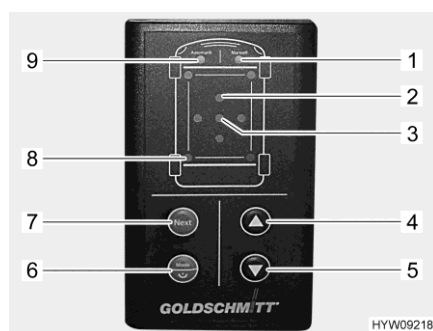

Fig. 41 Unité de commande (vérins stabilisateurs hydrauliques)
Si l'inclinaison du véhicule est trop importante, la DEL "Inclinaison" (Fig. 41,2) rouge correspondante clignote. Choisir un emplacement mieux adapté, ou bien manipuler manuellement les vérins stabilisateurs à vos propres risques.
Si, en présence d'un trou dans le sol, un vérin stabilisateur est sorti à sa longueur maximale, les DEL "Mode manuel" (Fig. 41,1) et "Mode automatique" (Fig. 41,9) clignotent trois fois. Dans ce cas, rentrez les vérins stabilisateurs, placez un sabot sous le vérin stabilisateur concerné et recommencez la procédure.
- Appuyez pendant au moins 1 seconde sur la touche "Marche/Arrêt/Mode de fonctionnement" (Fig. 41,6). Après l'allumage, un signal acoustique se déclenche et la DEL "Mode automatique" (Fig. 41,9) s'allume.
- Appuyer brièvement sur la touche "Marche/Arrêt/Mode de fonctionnement" (Fig. 41,6). Le mode de fonctionnement bascule entre mode manuel et mode automatique. La DEL correspondante (Fig. 41,1 ou Fig. 41,9) s'allume.
- Appuyer sur la touche "Sortir" (Fig. 41,5). Le procédé d'alignement se déroule automatiquement. Les DEL "Vérins stabilisateurs" (Fig. 41,8) clignotent tant que les vérins stabilisateurs sont en mouvement. Si le véhicule est équipé de vérins repliables : Le mouvement des vérins stabilisateurs s'arrête une fois qu'ils sont sortis, pour permettre de poser un sabot. La DEL "Mode automatique" (Fig. 41,9) clignote rapidement.
- Appuyer de nouveau sur la touche "Sortir" (Fig. 41,5). Le procédé d'alignement continue.
- Appuyer sur la touche "Rentrer" (Fig. 41,4). Les vérins stabilisateurs rentrent entièrement. Les DEL "Vérins stabilisateurs" (Fig. 41,8) clignotent tant que les vérins stabilisateurs sont en mouvement.
- En mode automatique, appuyer brièvement sur la touche "Marche/Arrêt/Mode de fonctionnement" (Fig. 41,6). La DEL "Mode manuel" (Fig. 41,1) s'allume.
- Tenir compte des DEL "Inclinaison" (Fig. 41,2). Une DEL allumée signale que vous devez relever le véhicule du côté correspondant.
- Appuyer sur la touche "Next" (Fig. 41,7) jusqu'à sélectionner la paire de vérins stabilisateurs souhaitée. Les DEL correspondantes "Vérins stabilisateurs" (Fig. 41,8) s'allument.
- Appuyer sur la touche "Rentrer" (Fig. 41,4) ou "Sortir" (Fig. 41,5) jusqu'à atteindre la position souhaitée.
- Appuyer de nouveau sur la touche "Next" (Fig. 41,7) jusqu'à sélectionner la paire de vérins stabilisateurs suivante souhaitée. Répéter la procédure jusqu'à l'alignement du véhicule. Le véhicule est aligné lorsque la DEL verte "Position ok" (Fig. 41,3) s'allume.
- Appuyer en même temps sur les touches "Marche/Arrêt/Mode de fonctionnement" (Fig. 41,6), "Sortir" (Fig. 41,5) et "Rentrer" (Fig. 41,4) pendant 3 secondes.
- Après la validation acoustique et l'allumage de la DEL "Position ok" (Fig. 41,3), relâcher les touches. La position est enregistrée comme position OK.